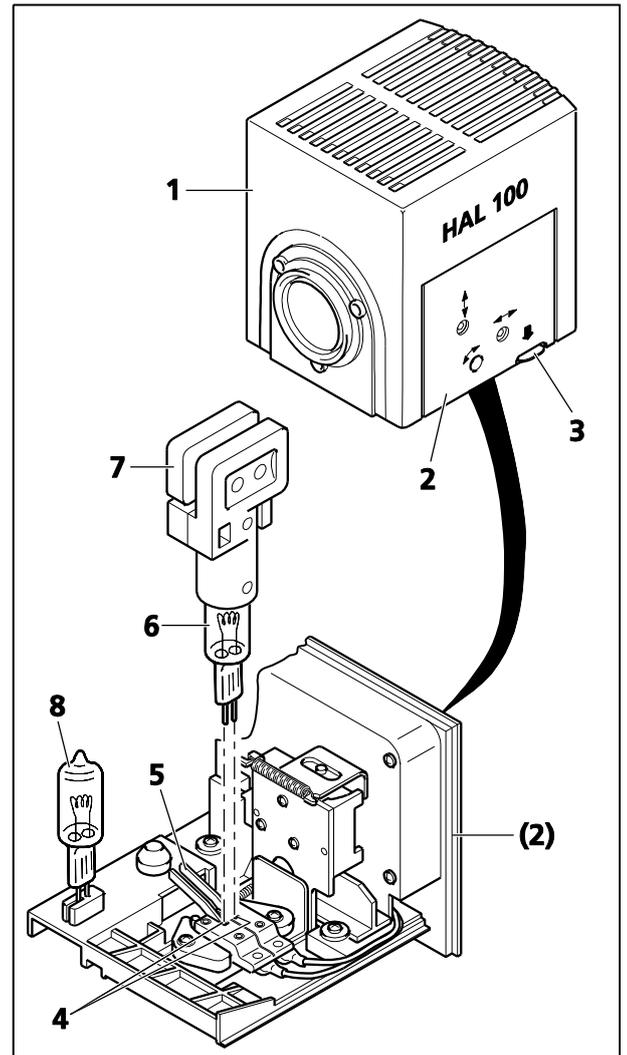

Fig. 53 Remplacement de l'ampoule halogène
Il n'est pas nécessaire de retirer le boîtier de la lampe du statif pour remplacer l'ampoule halogène. L'outil de remplacement d'ampoule (Fig. 53/7) **ne doit pas** être rangé dans le boîtier de la lampe lorsque le dispositif d'éclairage est en cours d'utilisation. L'ampoule de rechange (Fig. 53/8) peut rester en place dans le boîtier de la lampe.
- Abaisser le bouton de déverrouillage (Fig. 53/3) du dispositif d'éclairage HAL 100 (Fig. 53/1) et retirer complètement le porte-ampoule (Fig. 53/2). Le placer sur une surface plane.
- Abaisser les deux leviers à ressort (Fig. 53/5) et retirer l'ancienne ampoule halogène (Fig. 53/6) en la tirant vers le haut.
- Appuyer sur les deux leviers à ressort et insérer la nouvelle ampoule dans la douille (Fig. 53/4). Relâcher les leviers à ressort. Toujours tenir la lampe halogène à l'aide de l'outil de remplacement des ampoules (Fig. 53/7), car des traces de graisse sur la lampe peuvent réduire sa durée de vie.